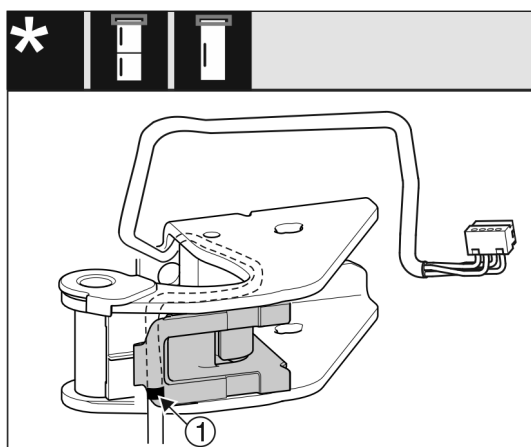

Fig. 16
- ▶ Prostřední značka přitom musí být na hraně držáku kabelu Fig. 16 (1).